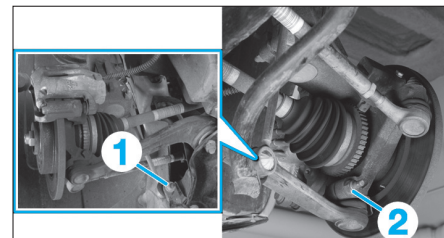
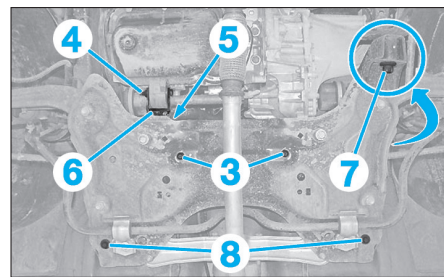

Fig. 20
Fig. 21
- l'écrou de rotule de biellette de barre stabilisatrice (Fig.20).
- Déposer la vis (2) de rotule pivot.
- les écrous de fixation (3) de la crémaillère de direction (Fig.21),
- les fixations (4) et (5),
- la biellette anticouple (6).